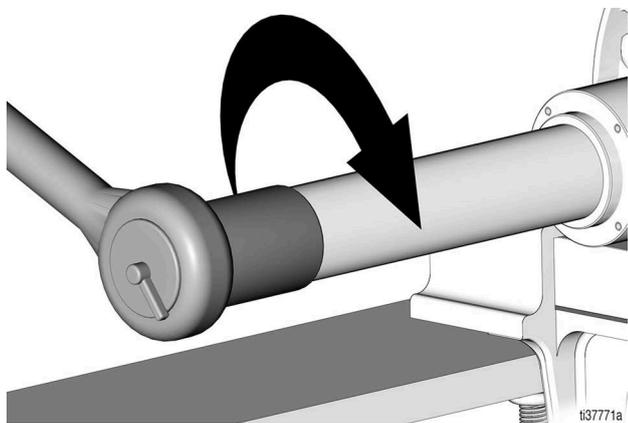

图 30
14. 更换密封固定器 (6) 并手动拧紧（图 30）。
15. 在泵气缸 (2) 的外螺纹上涂抹防卡润滑剂，然后重新安装组件。使用 1-13/16 英寸套筒拧紧（扭矩 235 - 265 ft-lb/318.6 - 359.3 N•m）。